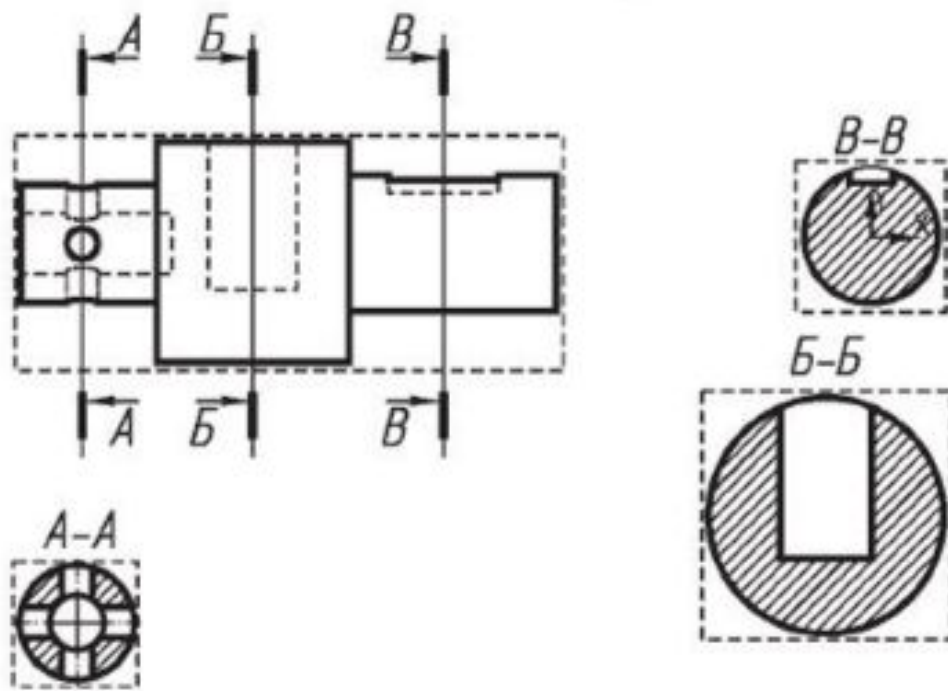

Рисунок 7.18 Результат построения сечений
13. Для построения первого сечения *A-A* на панели *Обозначения* выбрать кнопку *Линия разреза*, указать начальную и конечную точки сечения, щелкнуть ЛК мышки. На *Панели свойств* отключить *Проекционную связь* , нажать кнопку *Разрез*  и разместить разрез точно по линии сечения. Аналогично построить второе сечение *B-B* (рисунок 7.18). Выполнить третье сечение и расположить его на месте вида слева, в проекционной связи с главным видом. На *Панели свойств* нажать кнопку *Сечение модели* .